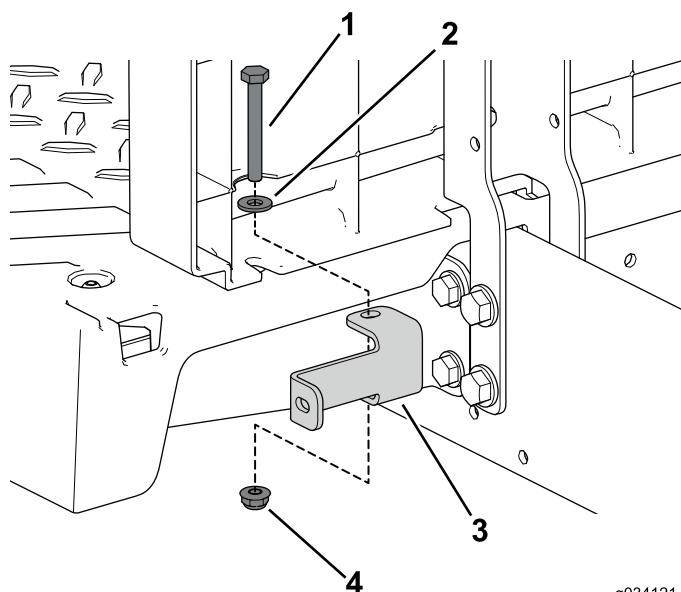

図 41
6. 左右のパネルブラケットを車体に固定するボルト1/4 x 2 インチ2本、ワッシャ、ロックナットを使う 図 41。
7. 左右のパネルブラケットを車体に固定するボルト1/4 x 2 インチ2本、ワッシャ、ロックナットを使う 図 41。